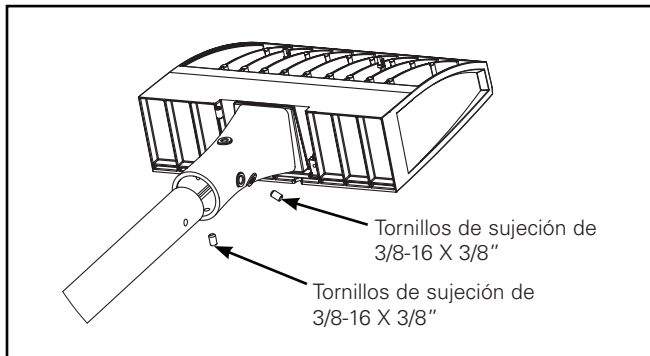
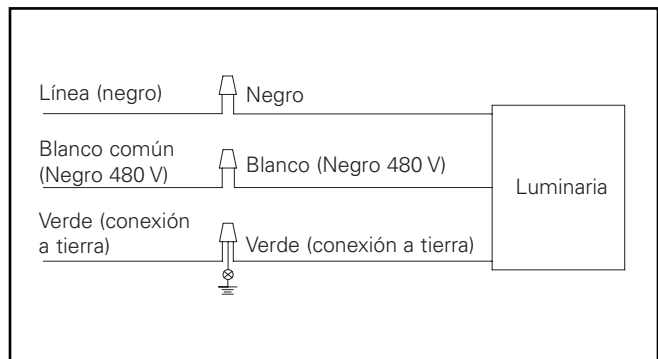

Figura 5.
Figura 7.
### Montaje en Poste: Opción de brazo del mástil (Figura 5. - Figura 7.)
1. Deslice la unidad sobre el brazo del mástil (Figura 5).
4. Realice las conexiones de cables dentro del brazo de montaje. Consulte el diagrama de cableado para conocer las conexiones de alimentación (Figura 7). Conecte los cables de alimentación a los conectores adecuados de la luminaria.